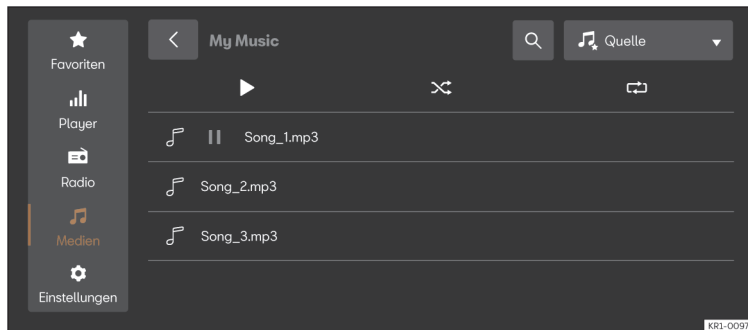

Abb. 157 Schematische Darstellung: Ansicht Medien.
- Drücken Sie **HOME** > **⏮** > **🎵** >>> (**Abb. 157**).